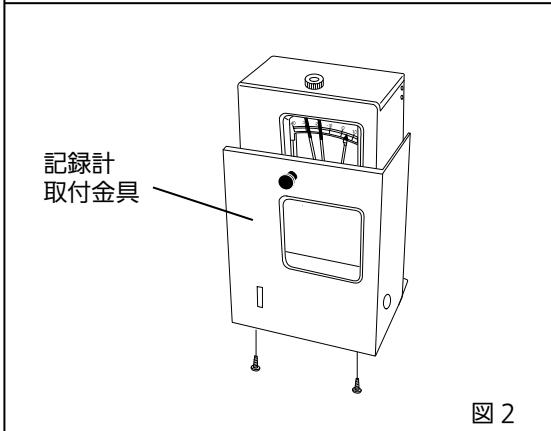

図 2
2. 自記温度記録計（MTR-4015LH）を、記録計取付金具（MPR-S30）に同梱されている説明書を参考にして、記録計取付金具に取り付けてください [図 2]。